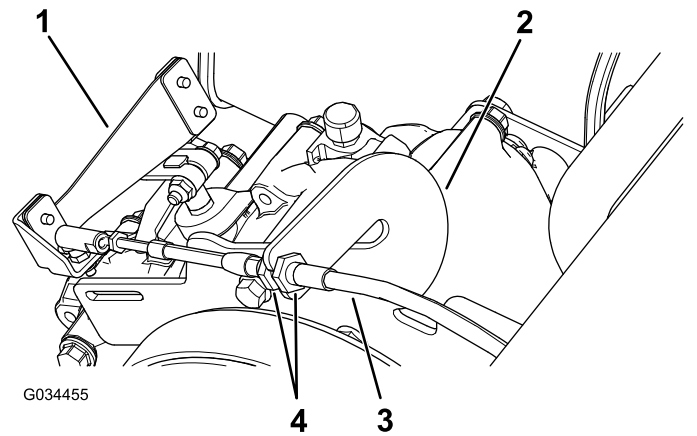

Figura 60
1. Afloje las contratuercas del cable del cambio de marchas y ajústelas según sea necesario (Figura 60).
2. Compruebe la posición del cambio de marchas girando el selector de marchas a las 3 posiciones diferentes y compruebe si la palanca de cambios (Figura 60) se desplaza correctamente al cambiar de marcha; consulte Palanca de cambios e indicador del cambio de marchas \(página 12\).